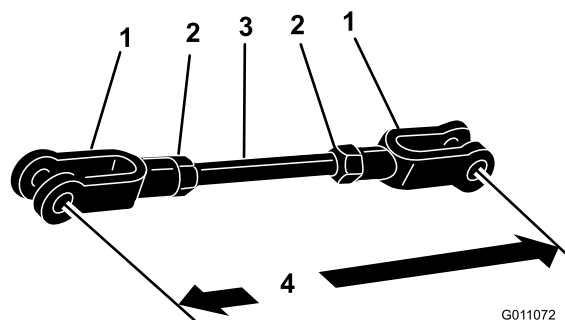

Bild 12
6. Setzen Sie die Muttern und Jochs auf die Gewindestange auf (Bild 12).
7. Stellen Sie die Jochs ein, bis zwischen der Mitte der Löcher ein Abstand von 229 mm besteht (Bild 12).